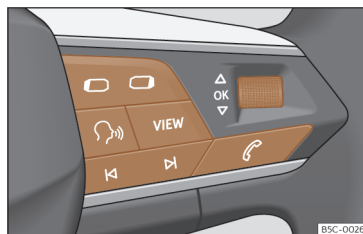

Fig. 11 Lado derecho del volante multifunción: teclas para utilizar los menús y las indicaciones informativas del cuadro de instrumentos (según versiones).
Mientras haya una advertencia con prioridad 1 >>> pág. 25, no se podrá acceder a ningún menú. Algunas advertencias se pueden confirmar y ocultar con la tecla **OK** del volante multifunción >>> **fig. 11**.
- Si se muestra un mensaje o el pictograma de un vehículo, pulse la tecla **OK** >>> **fig. 11**; si es necesario, varias veces.